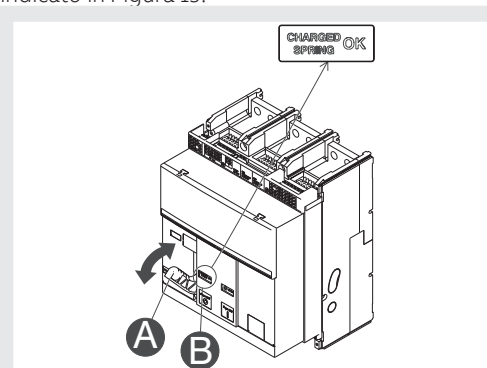

Figura 19
2. Carica delle molle - Tirare la leva [A] verso il basso più volte fino a quando il segnalatore di molle cariche [B] è "giallo - CHARGED SPRING" come indicato in Figura 19.